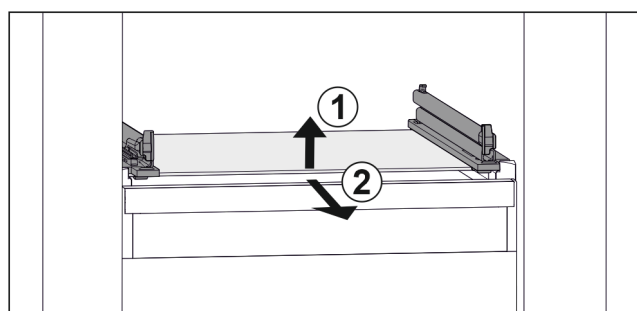

Fig. 78 Приблизне відображення скляної пластини
- Підняти скляну пластину спереду. Fig. 78 (1)
- Вийняти скляну пластину рухом вперед. Fig. 78 (2)